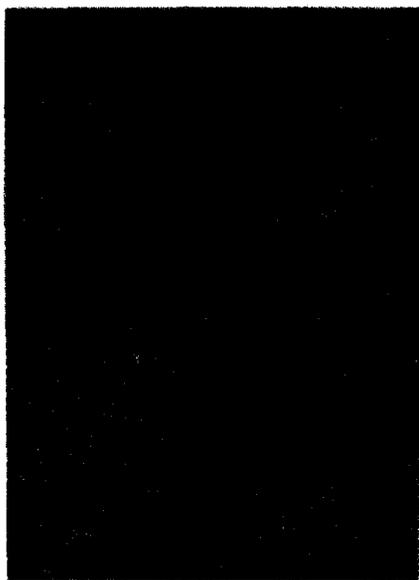

Figura 1. Cuarteado
**Cuarteo:** Es la aparición de una serie de grietas, finas y profundas (figura 1).